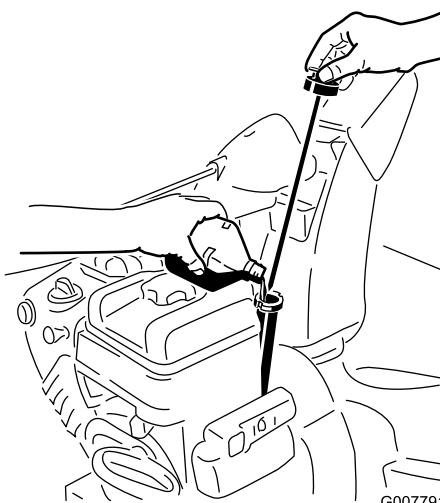

Figure 19
1. Retirez la jauge et versez de l'huile **lentement** dans le goulot de remplissage pour faire monter le niveau de liquide jusqu'au repère du plein (Full) sur la jauge. **Ne remplissez pas excessivement** (Figure 19).